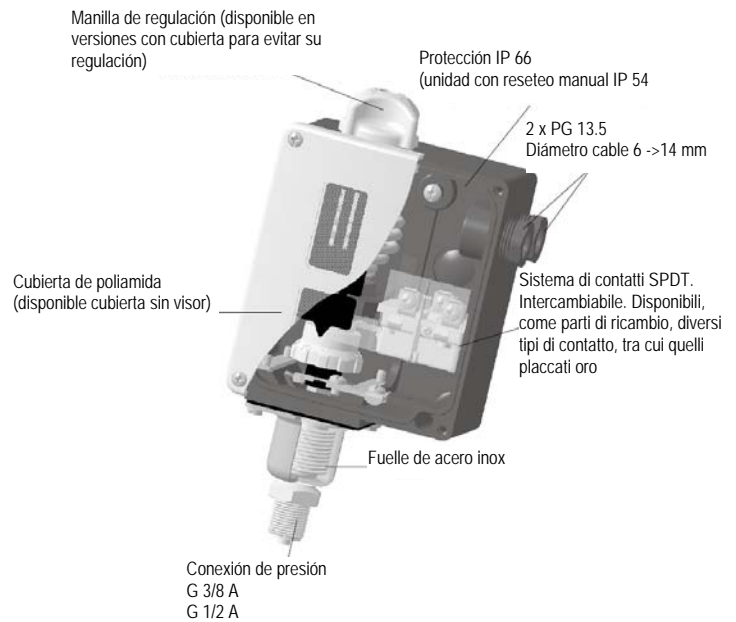

Fig. 5
2.1.4 Presostato de seguridad (Fig. 5)